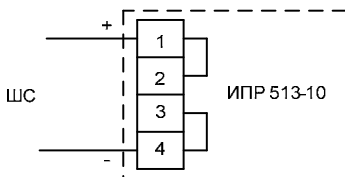

Рисунок 5 – Схема подключения извещателя
6.9 Подсоединить провода ШС к клеммным соединителям (положительный провод ШС – к клеммным соединителям 1 и 2, отрицательный – к 3 и 4) согласно схеме подключения извещателя (рисунок 5).